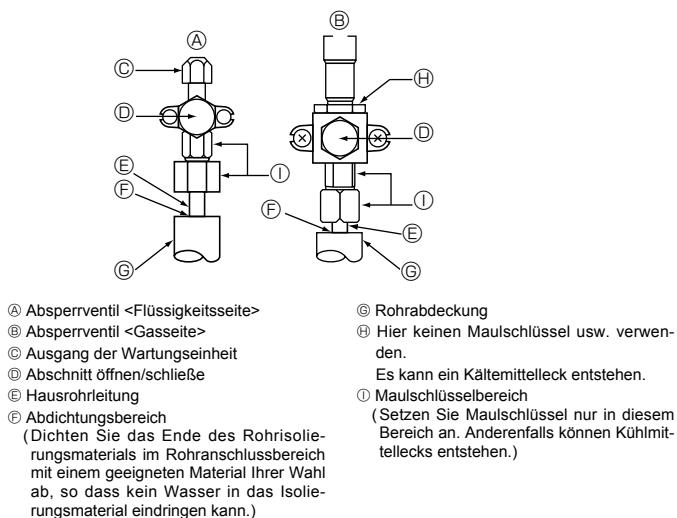

Fig. 4-5
- ② Luftreinigung unter Vakuum vom Innenaggregat und dem Rohrleitungsanschluß aus.
- ③ Kontrollieren Sie nach dem Anschließen der Kältemittelrohrleitungen die angeschlossenen Rohre und die Innenanlage auf Gasaustritt. (Siehe 4.4. Verfahren zum Prüfen der Rohre auf Dichtigkeit.)
- ④ Eine Hochleistungs-Vakuumpumpe wird an der Wartungseinheit des Sperrvents verwendet, um ein Vakuum für eine geeignete Zeit (mindestens 1 Stunde zu erzeugen, nachdem -101 kPa (5 Torr) erreicht sind, um das Rohrinnere vakuumbrocken. Prüfen Sie immer die Stärke des Vakuums am Kaliber des Rohrverteilers. Wenn Feuchtigkeit im Rohr verbleibt, wird die erforderliche Stärke des Vakuums bei kurzer Vakuumwendung manchmal nicht erreicht. Nach der Vakuumtrocknung öffnen Sie die Sperrventile vollständig (sowohl für Kältemittel als auch für Gas) für das Außengerät. Auf diese Weise werden die Kältemittelleitungen von Innen- und Außengeräten vollständig miteinander verbunden.
- ⑤ Dichten Sie die Seiten der Wärmeisolierung um die Leitungsanschlüsse herum mit einem Dichtungsmittel ab, um zu verhindern, daß Wasser in die Wärmeisolierung eindringt.
4.4. Verfahren zum Prüfen der Rohre auf Dichtigkeit (Fig. 4-5)